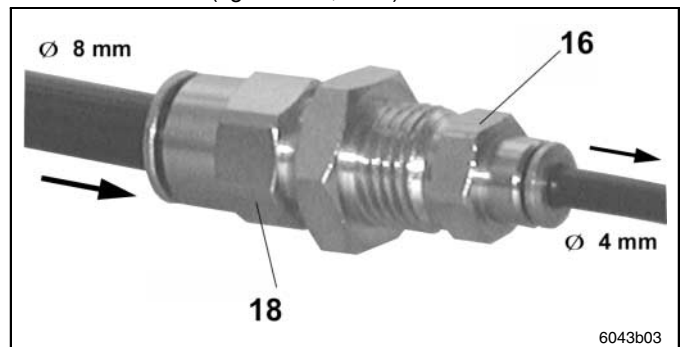

Abb. 4 Befülladapter
- Schließen Sie den Befülladapter (Abb. 4) an der Versorgungsleitung an